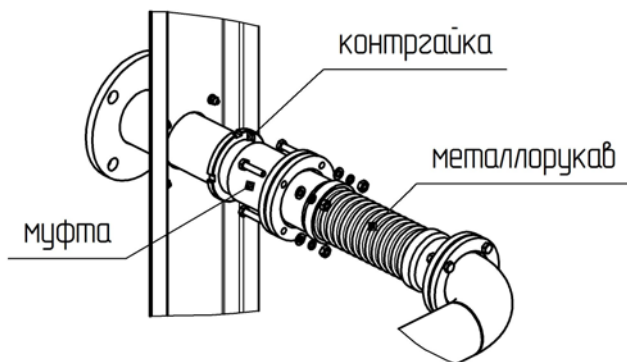

Рис..4.3
- для исполнения без охладителя воздуха (рис.4.3): открутите контргайку муфты, открутите четыре болта фланцевого соединения, соединяющего муфту и металлорукав, и убедитесь в разъемности фланцевого соединения для исключения осевого растяжения металлорукава при натяжении ремня;